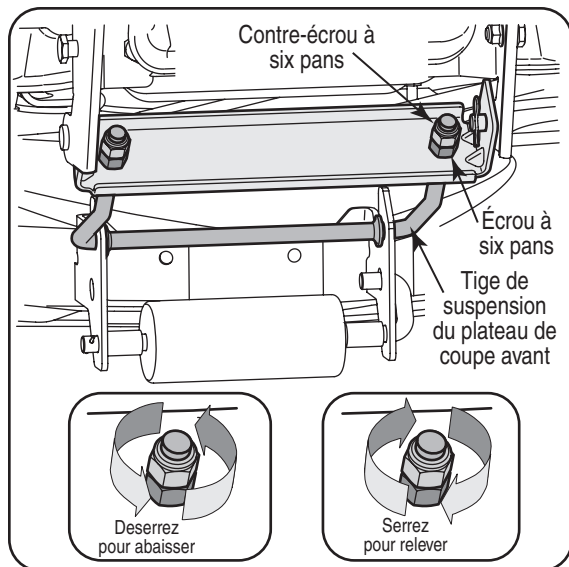

Figure 11
3. De l'avant du tracteur, desserrez le contre-écrou à six pans qui se trouve sur chaque extrémité de la tige de suspension du plateau de coupe et éloignez-la des écrous à six pans internes. Voir la Figure 11.
4. Serrez les écrous de blocage à six pans internes contre le crochet de suspension avant pour relever l'avant du plateau de coupe; desserrez ces écrous à six pans pour abaisser l'avant du plateau de coupe. Voir la Figure 11.